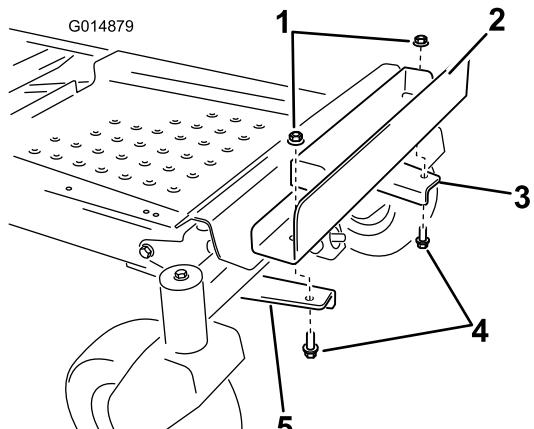

Figura 8
5. Instale la bandeja del peso en los soportes de montaje (Figura 8). Alinee los taladros exteriores de la bandeja con los soportes de montaje instalados anteriormente. Asegúrese de que la bandeja esté centrada sobre el bastidor. Sujétela con dos pernos y dos contratuerca (3/8 pulgada).